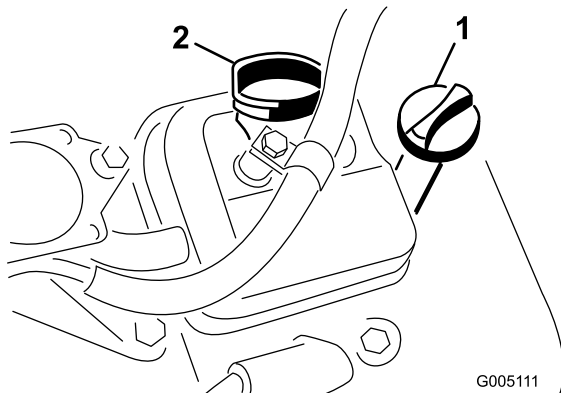

Figure 25
2. Dévissez la jauge et essuyez-la avec un chiffon propre. Revissez la jauge dans le tube en vérifiant qu'elle est enfoncée au maximum (Figure 25).